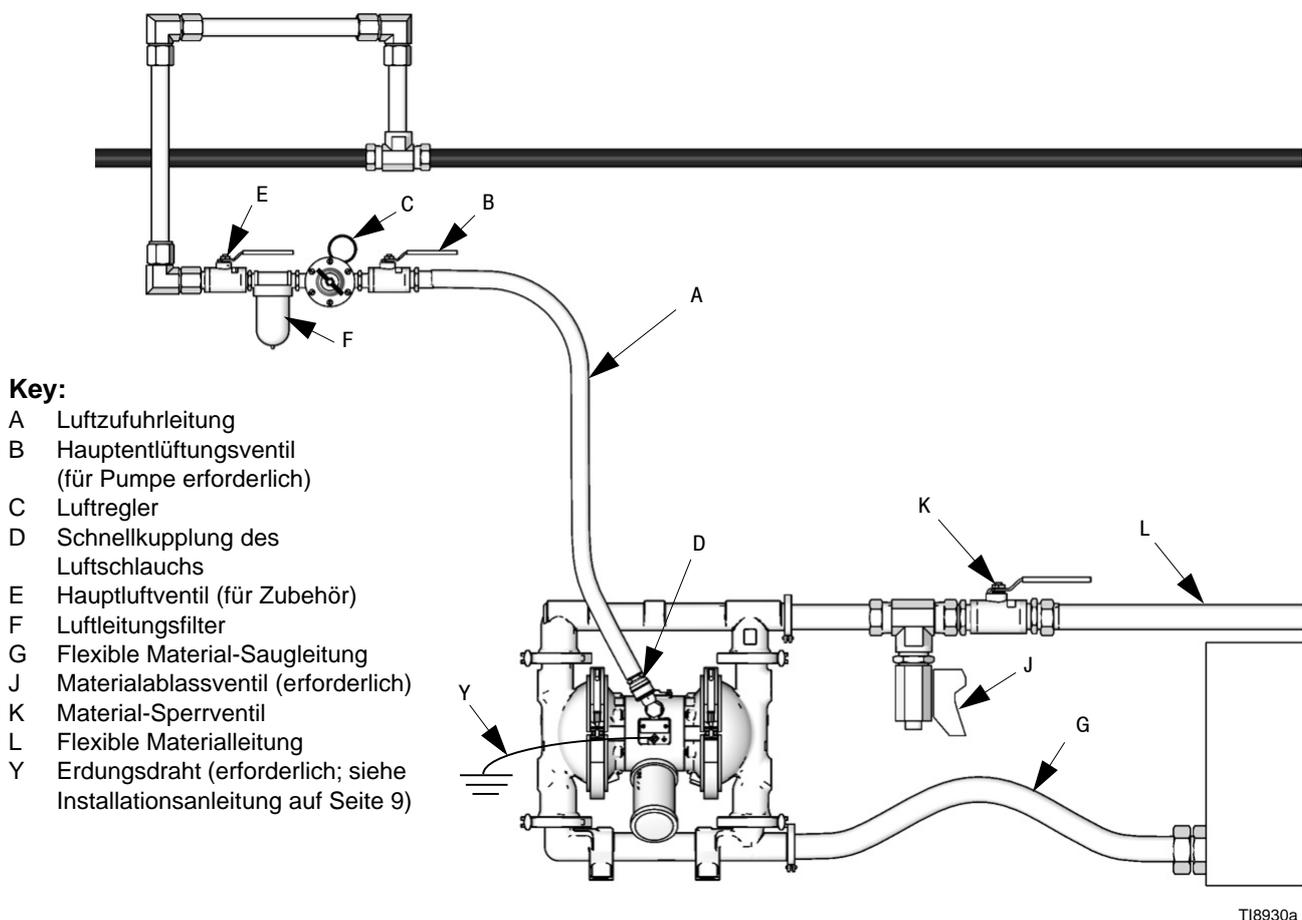

FIG. 2 Typische Bodenmontage
<p>In der Anlage ist ein Lufthahn (B) mit Entlastungsbohrung erforderlich, um zwischen diesem Ventil und der Pumpe eingeschlossene Luft abzulassen. Eingeschlossene Luft kann zu unerwartetem Anlaufen der Pumpe führen, was schwere Verletzungen zur Folge haben könnte, einschließlich Spritzern in die Augen oder auf die Haut, Verletzungen durch bewegliche Teile oder Vergiftung durch gefährliche Materialien. Siehe FIG. 2.</p>
1. Die Zubehörteile der Luftleitung wie in FIG. 2 dargestellt installieren. Diese Zubehörteile an der Wand oder einer Halterung montieren. Sicherstellen, dass die Luftzuleitung zu den Zubehörgeräten geerdet ist.
- a. Zur Steuerung des Materialdrucks einen Luftregler (C) mit Anzeige einbauen. Der Material-Ausgangsdruck ist der gleiche wie die Einstellung des Luftreglers.
- b. Einen Lufthahn mit Entlastungsbohrung (B) in Pumpennähe einbauen und zum Ablassen eingeschlossener Luft verwenden. Siehe **WARNUNG** oben. Das andere Hauptluftventil (E) vor allen Zubehörteilen der Luftleitung einbauen und zum Isolieren der Zubehörteile während Reinigungs- und Reparaturarbeiten verwenden.
- c. Der Luftfilter (F) entfernt schädlichen Schmutz und Feuchtigkeit aus der Versorgungsdruckluft.
Es ist ein Materialablassventil (J) erforderlich, um den Schlauch im angeschlossenen Zustand vom Druck zu entlasten. Das Ablassventil verringert die Gefahr schwerer Verletzungen einschließlich Spritzern in die Augen oder auf die Haut oder Vergiftung durch gefährliche Materialien bei der Druckentlastung. Das Ventil in der Nähe der Materialauslassöffnung an der Pumpe einbauen. Siehe FIG. 2.
1. Flexible, geerdete Materialschläuche (L) verwenden.
3. Materialablassventil (J) nahe dem Materialauslass installieren. Siehe obenstehende **WARNUNG** und FIG. 2
4. In die Materialauslassleitung ein Sperrventil (K) installieren.